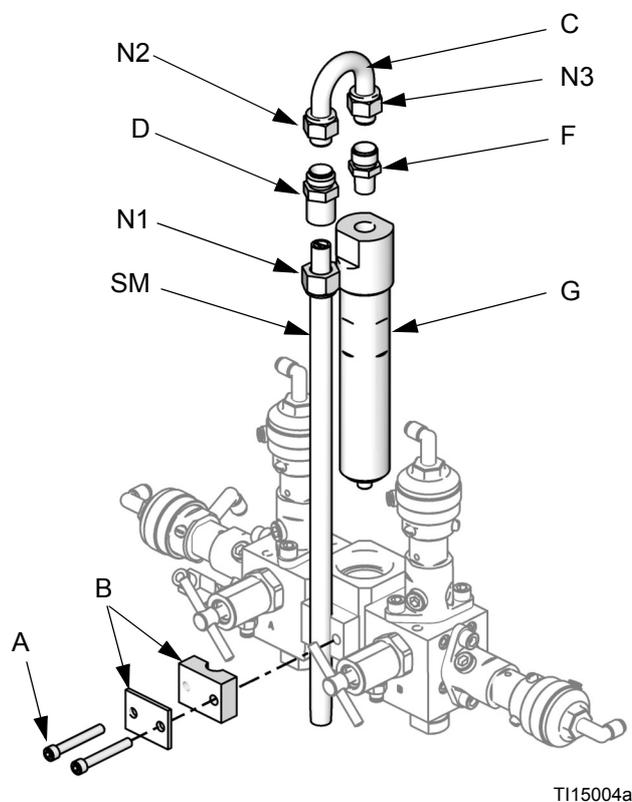

FIG. 12 Smontare l'integratore e il miscelatore statico
1. Estrarre le viti (A) e il gruppo della mensola del miscelatore statico (B). Vedere FIG. 12.
2. Allentare il dado del miscelatore statico (N1). Smontare e conservare il miscelatore statico (SM).
3. Allentare i dadi del tubo a U (N2 e N3). Eliminare il tubo a U (C) e il raccordo del miscelatore statico (D).
4. Smontare e conservare il raccordo 1/4 npt(m) (F). Smontare l'integratore (G) e eliminarlo.